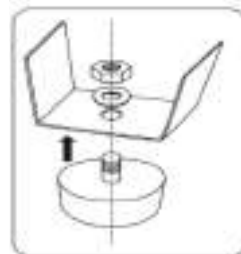

Рис. 6
3. Установите на компрессор транспортировочные колеса (для моделей ACF 300-24S, ACF 500-50S, ACF 500-120S) (рис. 5) и опорные ножки (кроме ACF 500-120S) (рис. 6).